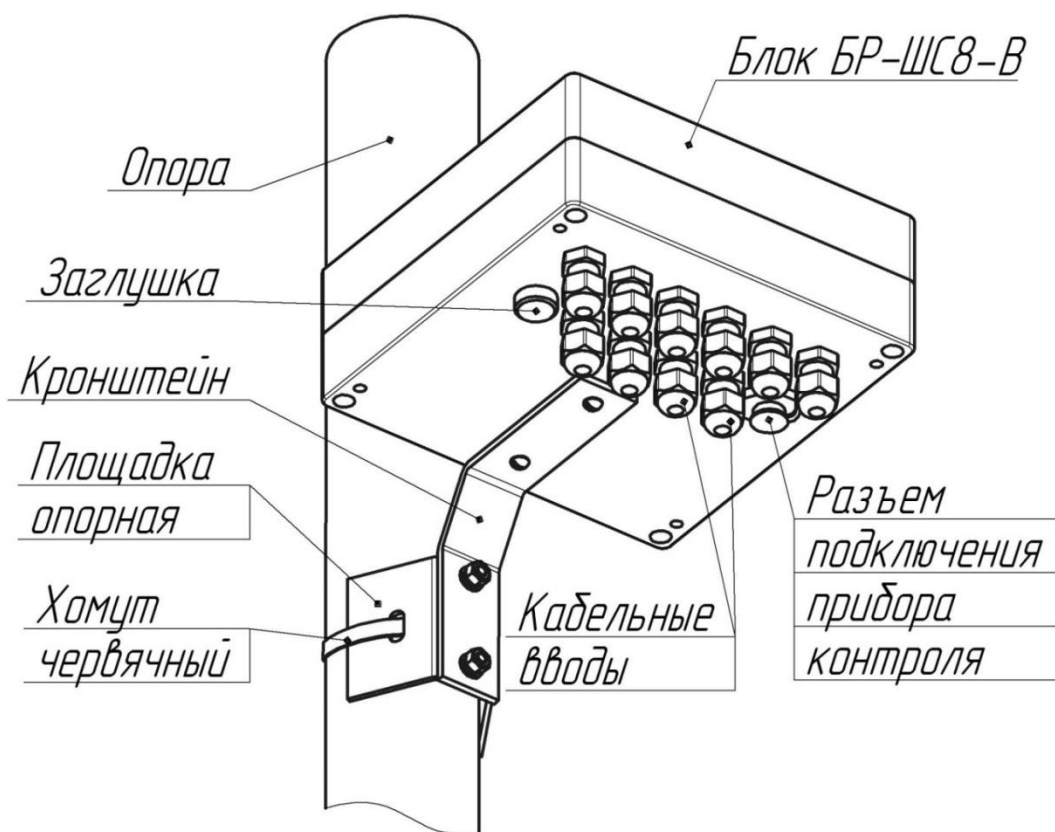

Рисунок 1 – Крепление блока БР-ШС8-В на опоре
1.25.3 Крепление блока БР-ШС8-В на круглой опоре диаметром от 50 до 90 мм производится при помощи хомута 60-110 мм, входящего в комплект поставки (рисунок 1).